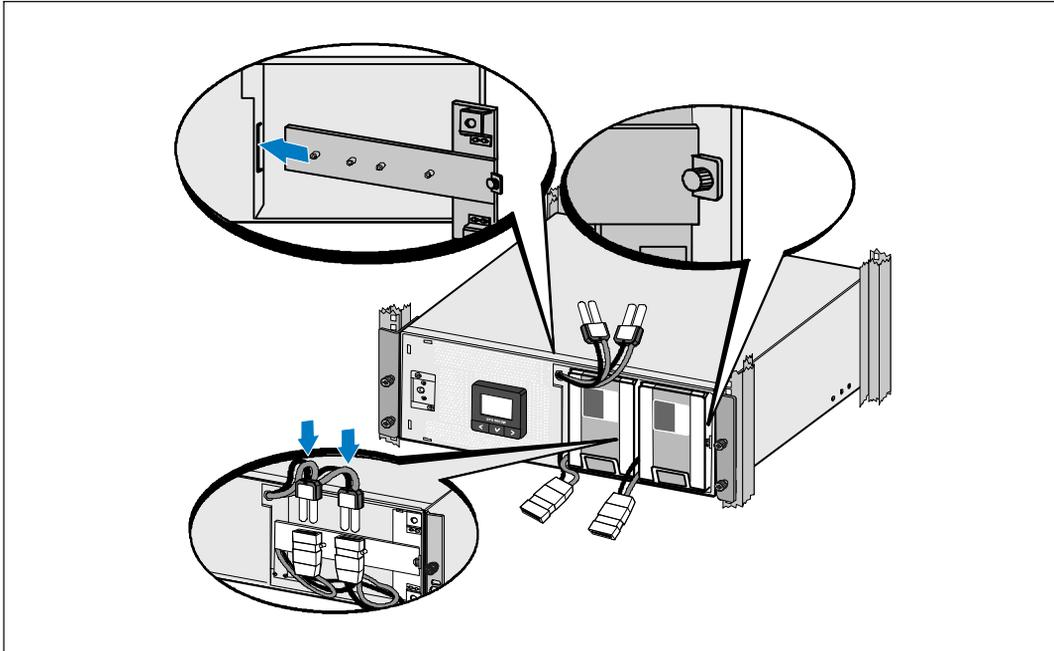

Abbildung 13. Wiedereinbauen der Batteriehalterklammer und Verbinden der Anschlüsse der inneren Batterie
- 9 Setzen Sie die Batteriehalterklammer wieder ein (siehe Abbildung 13).